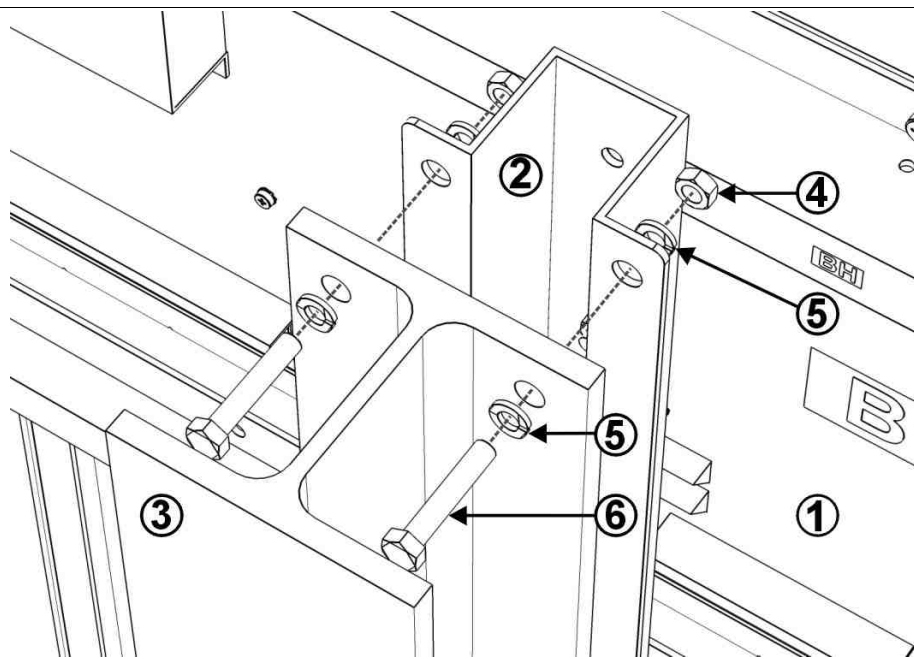

Fig. 15: Fixation du tableau
3. Rapprochez le tableau aux poutrelles et fixez-le avec les vis **M8x50**, les rondelles et les écrous (voir Fig. 15 - couple de serrage: 20Nm).